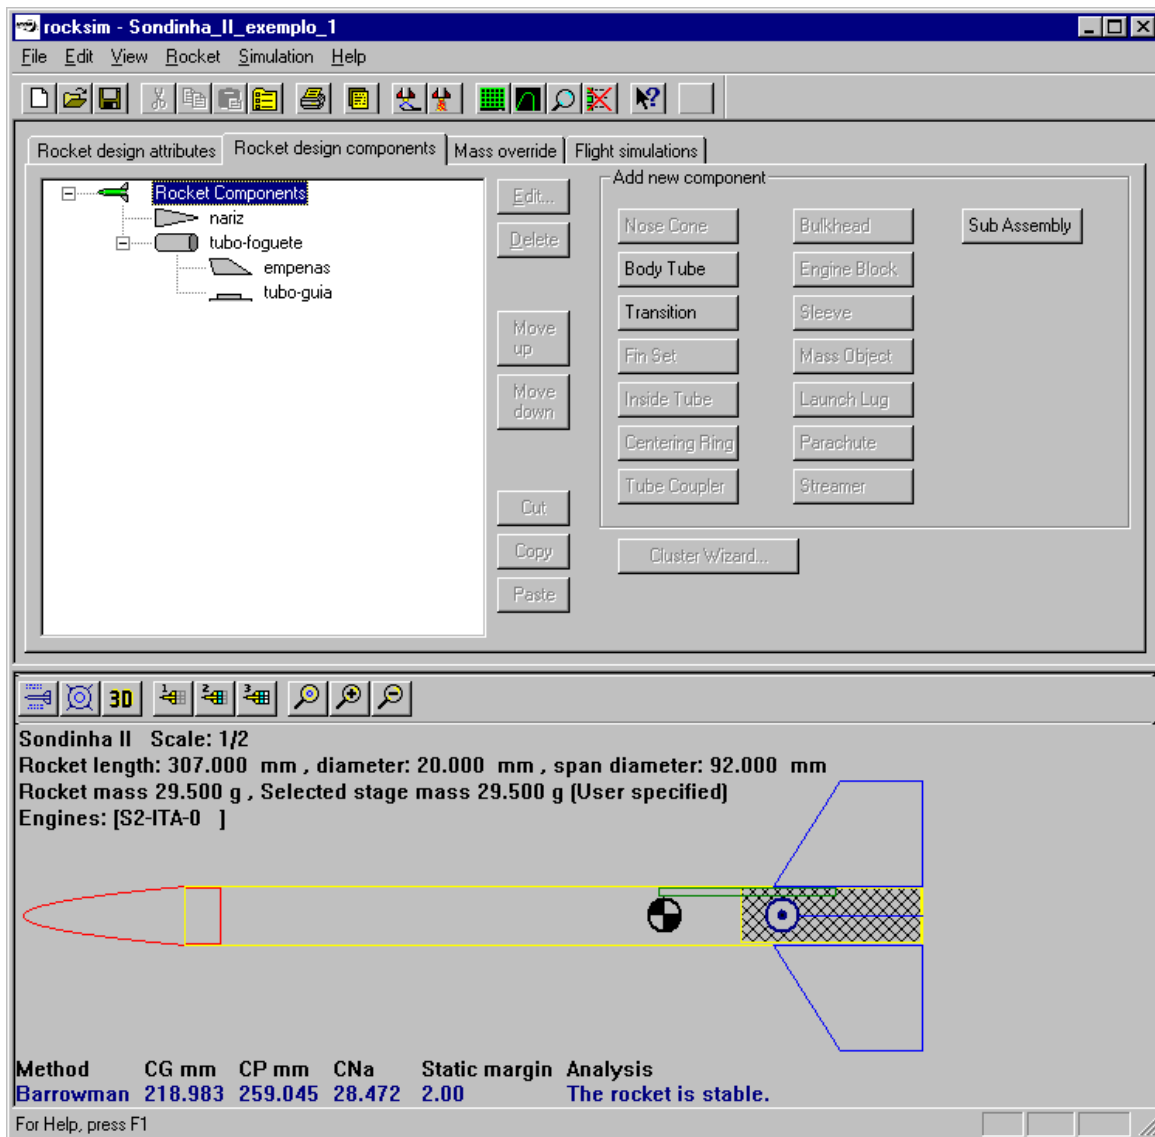

Figura 9. "Sondinha_II_exemplo_1.rkt" com motor UFPR S2-ITA-0.
- (i) Clicar no botão “Close”. O resultado deve ser o mostrado na Figura 9.